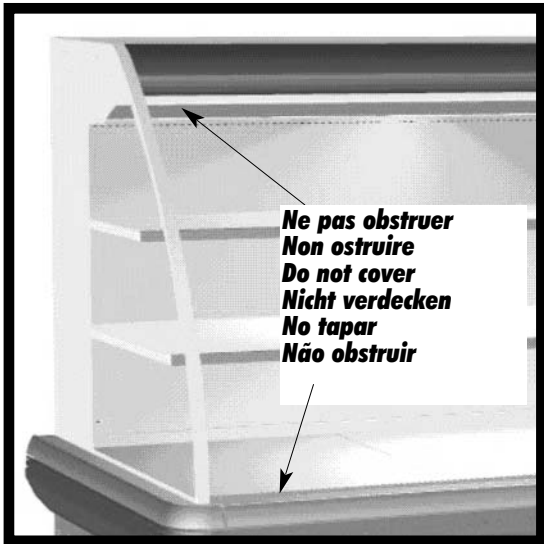

fig. 9
- che non ostruisca le feritoie che garantiscono il corretto flusso dell'aria refrigerata (vedi fig. 9 a pag 6).